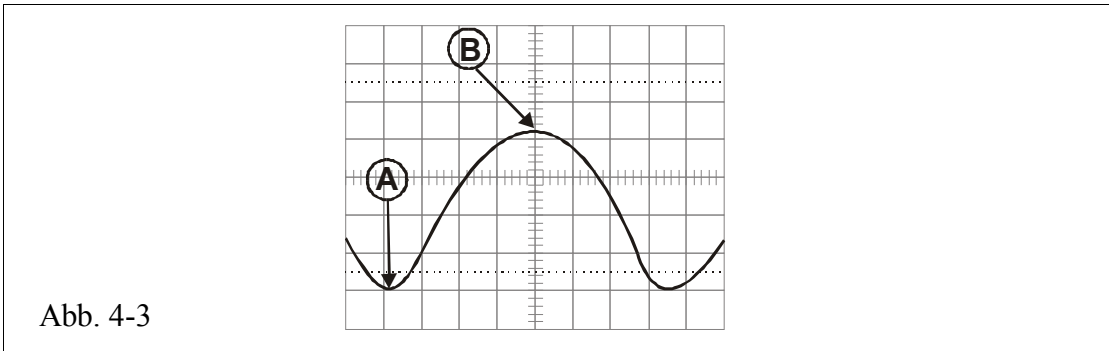

Abb. 4-3
Z.B. ist auf Abb. 4-3 die vertikale Unterteilung von A-B 4,1 DIV, die Ansprechempfindlichkeit